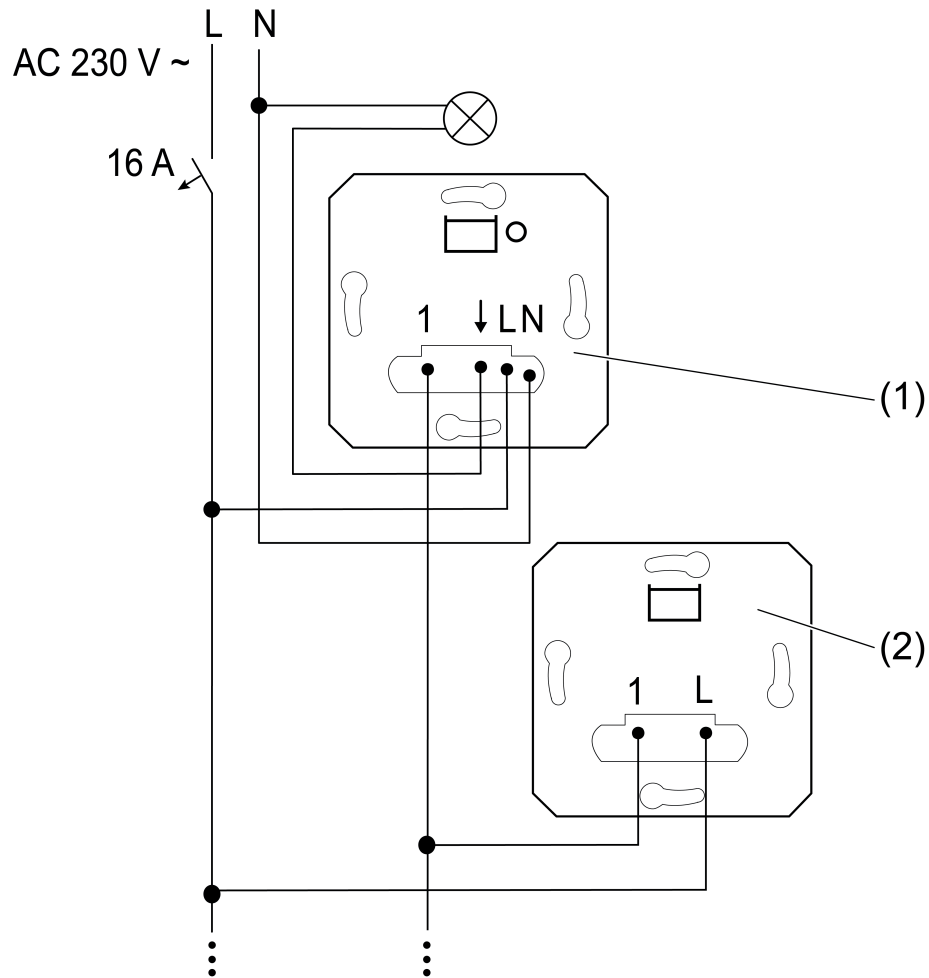
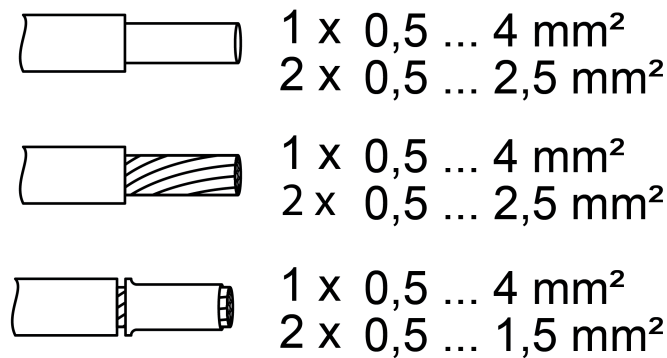

Bild 1: Anschlussplan 2-Draht-Nebenstellen
Bild 2: Klemmbare Leitungsquerschnitte
- Nebenstelle (2) gemäß Anschlussplan anschließen (Bild 1). Dabei klemmbare Leitungsquerschnitte beachten (Bild 2).
- i** Es können beliebig viele 2-Draht-Nebenstellen (2) an einer Hauptstelle (1) angeschlossen werden (Bild 1).